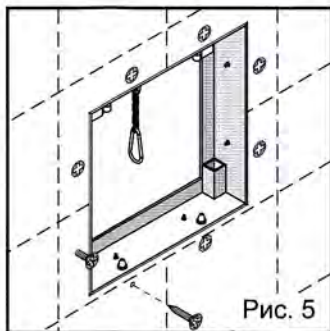

Рис. 5
5. Закрепите с помощью саморезов раму люка в проеме. Расстояние от края проема до саморезов 10-15 мм. (Рис. 5).